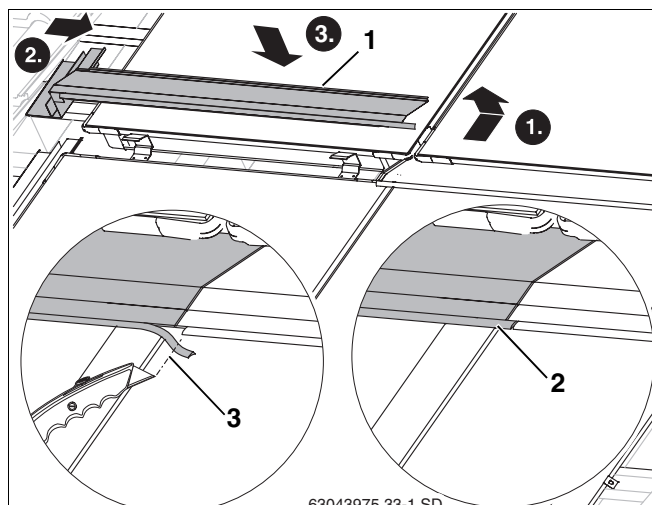

Fig. 53 Posa del profilo d'integrazione centrale sinistro
- ▶ Inserire la piegatura verso l'alto del profilo d'integrazione centrale sinistro (fig. 53, **pos. 1**) nell'impugnatura del telaio dei collettori come già per il profilo d'integrazione destro.
- ▶ Accorciare il bordo di gomma (fig. 53, **pos. 3**) finché non urta contro il bordo di gomma del profilo d'integrazione destro.
- ▶ Applicare il bordo di gomma del profilo d'integrazione sinistro sulla piega del profilo d'integrazione destro (fig. 53, **pos. 2**).